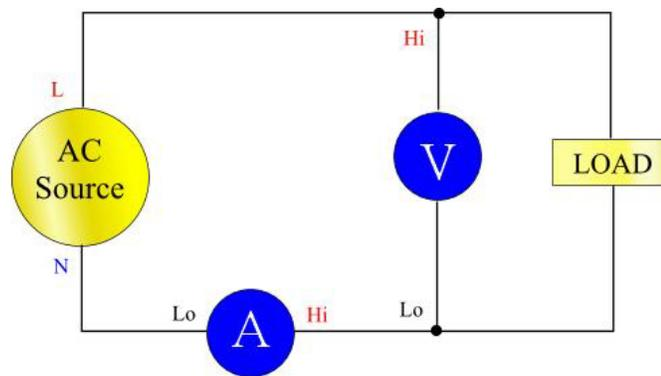

Abbildung 5: Typische Eingänge am PA1000
1. Eingangsbananenbuchsen – Zur Gewährleistung einer höchstmöglichen Betriebssicherheit darf ausschließlich der Prüflitungssatz verwendet werden, der im Lieferumfang des Geräts enthalten ist. Weiter unten in diesem Abschnitt finden Sie eine Abbildung mit typischen Anschlüssen für den Leistungsanalysator. (Siehe Abbildung 5 auf Seite 9.)